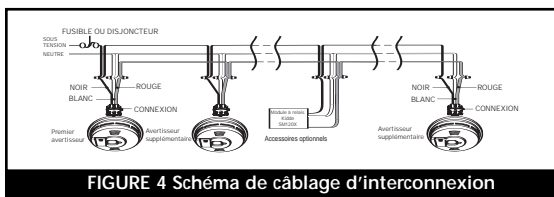

FIGURE 4 Schéma de câblage d'interconnexion
- La figure 4 ci-dessous illustre comment le câblage d'interconnexion fonctionne. Une mauvaise connexion risque d'endommager l'avertisseur, d'empêcher le système de fonctionner ou de causer des chocs électriques.